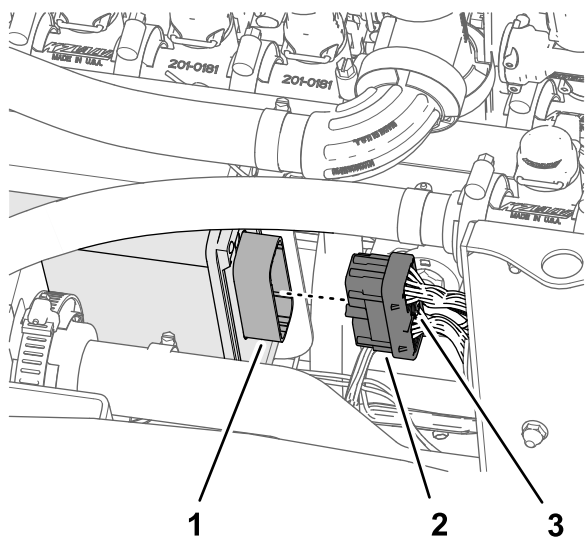

Figura 134
2. Inserite il connettore a 40 prese della diramazione da 102 cm del cablaggio preassemblato del kit nel connettore a 40 pin del controller di irrorazione ASC 10 (Figura 134).
3. Avvitate manualmente la vite a testa zigrinata del connettore a 40 prese nel connettore ASC 10 (Figura 134).